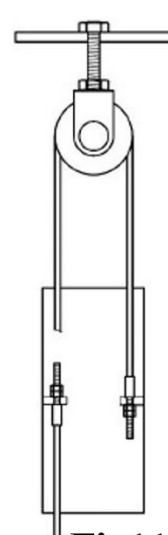

Fig11
- Gå op til toppen af søjlen, før kablet hen over remskiven og hold det så langt væk som muligt fra den øverste del (Fig11), og før det derefter ned mod remskiven placeret ved bunden.